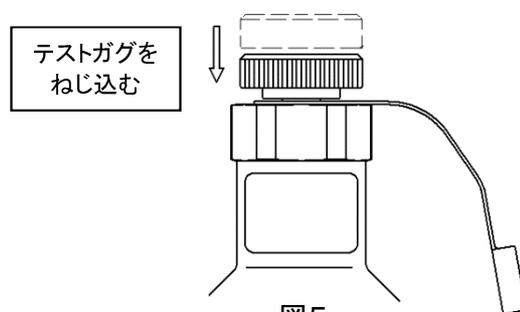

図5
- 3) ねじ止めのストッパ部を抜き外した状態で、テストガグをねじ込みます(図5)。